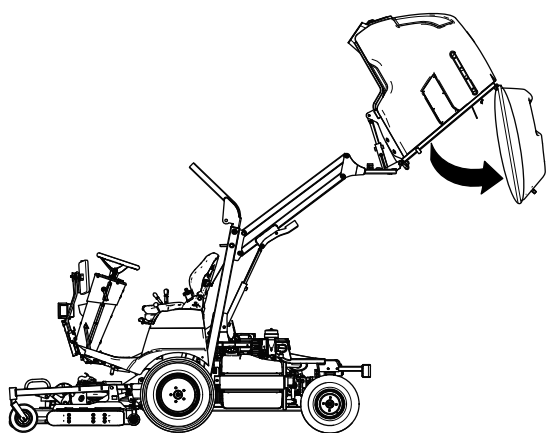

Figure 140
2. Levez la trémie (Figure 140) à sa position maximale ; voir Levée de la trémie \(page 31\).
3. Videz la trémie (Figure 140) et laissez-la en position de vidage complet, la trappe pendant librement ; voir Déchargement de la trémie \(page 32\).